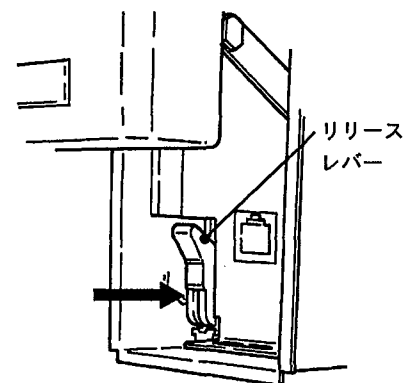

図4.9 内器の挿入2
②リリースレバーをしっかりと押します(図4.9参照)。
③フロントパネルをスイングダウンさせます(4.2項参照)。